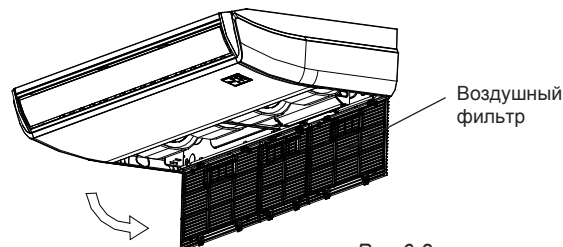

Рис. 6-2
- Снимите воздушный фильтр (см. рис. 6-2).
- Установите воздушный фильтр на место (см. рис. 6-2).